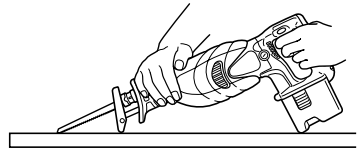
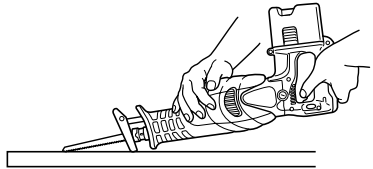

Fig. 22
Fig. 23
Con esta herramienta, podrá realizar cortes de cavidad en madera laminada y en tablas de material delgado. El corte de cavidad se puede realizar con toda facilidad con la hoja de sierra instalada en sentido inverso, tal como se observa en las Figs. 23, 25, y 27. Utilice una hoja de sierra lo más corta y gruesa posible. Para este fin, se recomienda la hoja BIMETÁLICA N° 132 mencionada en la página 76. Asegúrese de prestar atención durante la operación de corte y de proceder de la siguiente manera.
- (1) Presione la parte inferior (o la parte superior) de la base contra el material. Tire del gatillo mientras mantiene la punta de la hoja de sierra separada del material. (Fig. 22, Fig. 23)